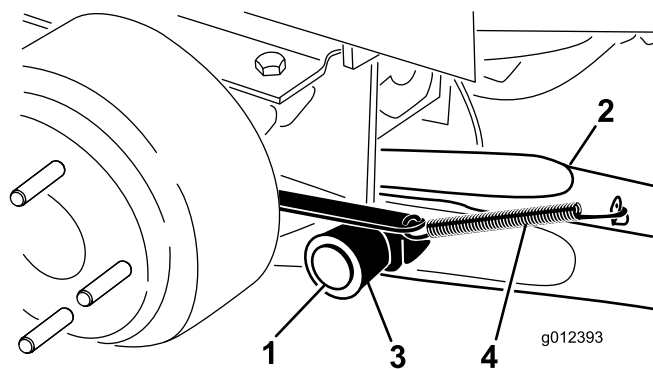

図 3
6. ピボットピン 1 本、コッターピン 1 本を使って、ピボットブラケットに昇降アームを取り付ける（図 3）。昇降アームを、曲がった部分が外側を向くようにして取り付ける。
- ブレーキリターン・スプリングを昇降アームのタブ引っ掛ける（図 3）。